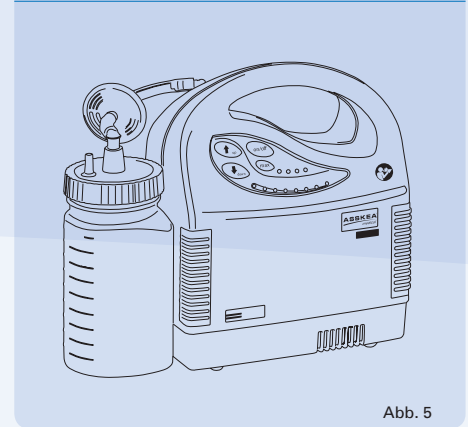

Abb. 5
b) digital (M20D, M30D) (Abb. 5)